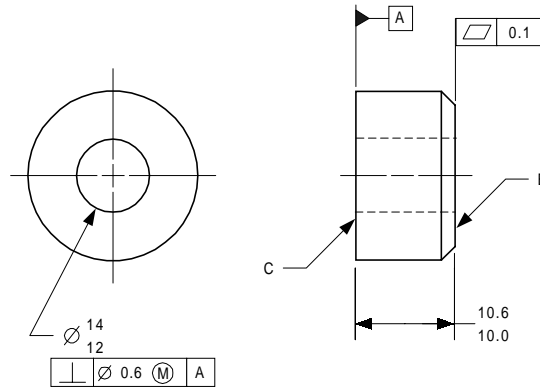

Figura 1
26. ¿En la Figura 1, que tanta tolerancia extra es permisible para el control de perpendicularidad
27. ¿En la Figura 1, que tanto error de planicidad es permisible sobre la superficie B?
28. ¿En la Figura 1, el cuánto error de planicidad es permisible sobre la superficie el C?